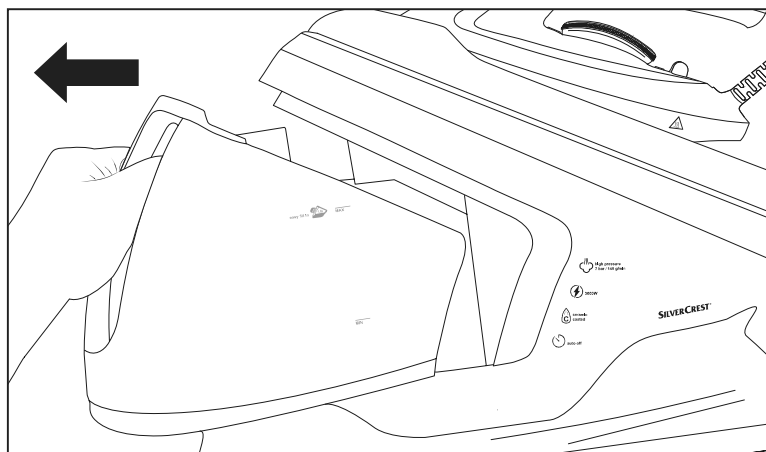

Abb. 3
- 2) Ziehen Sie den Wassertank ⑩ am Griff aus der Basisstation (s. Abb. 3).